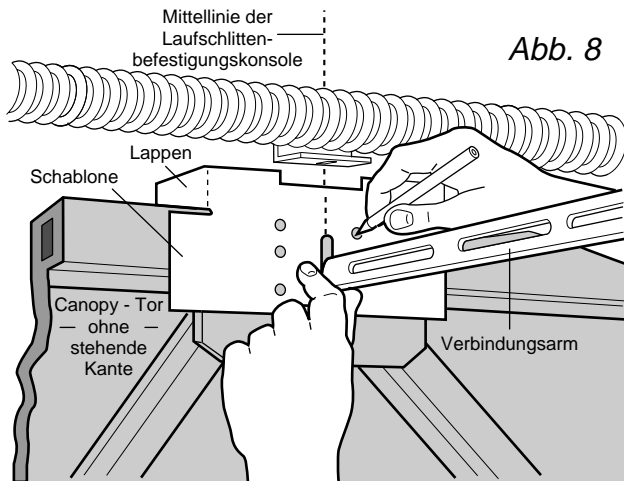

Abb. 8
- Um die richtige Anordnung der Löcher in der Vertikalen zu erzielen, Schablone mit Unterkante des Lappens, wie in Abb. 8 dargestellt, auf Oberkante des Tors stellen.
- Die Schablone horizontal so anlegen, daß die Mittellinien von Laufschlittenbefestigungskonsolle und Schablone übereinstimmen (je nach Tortype, Abb. 8 bzw. 9).